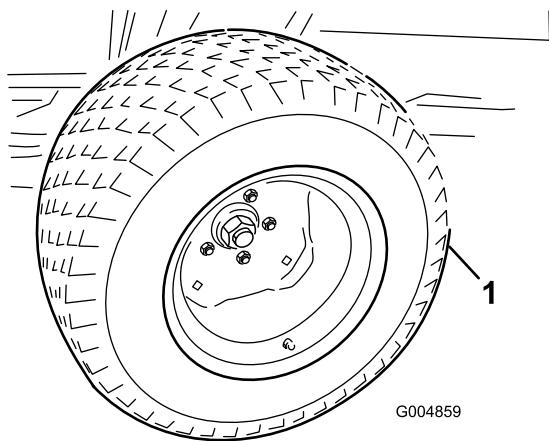

図 109
- 冬用フレームを後フレームに突き当たる状態でフロアジャッキを上昇させ、夏用の駆動タイヤを取り外す 図 109。